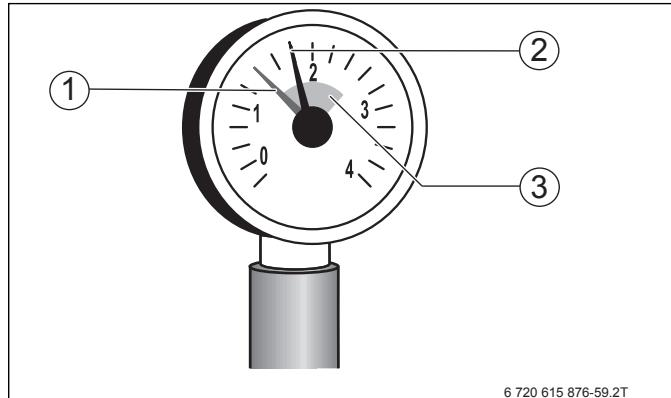

Рис. 9 Манометр для закрытых установок
- Осторожно откройте водопроводный кран и медленно заполните отопительную систему. При этом наблюдайте за показаниями манометра (\rightarrow рис. 9, стр. 10).